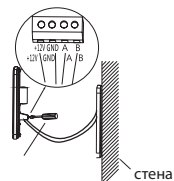

Рис. 3
5. Подключите кабель связи к проводному пульту управления, как показано на рис. 3.